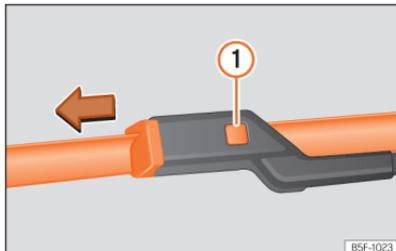

Abb. 188 Scheibenwischerblätter vorne auswechseln.
- Die Entriegelungstaste >>> **(Abb. 188)**  gedrückt halten und gleichzeitig das Scheibenwischerblatt vorsichtig in Pfeilrichtung abziehen.